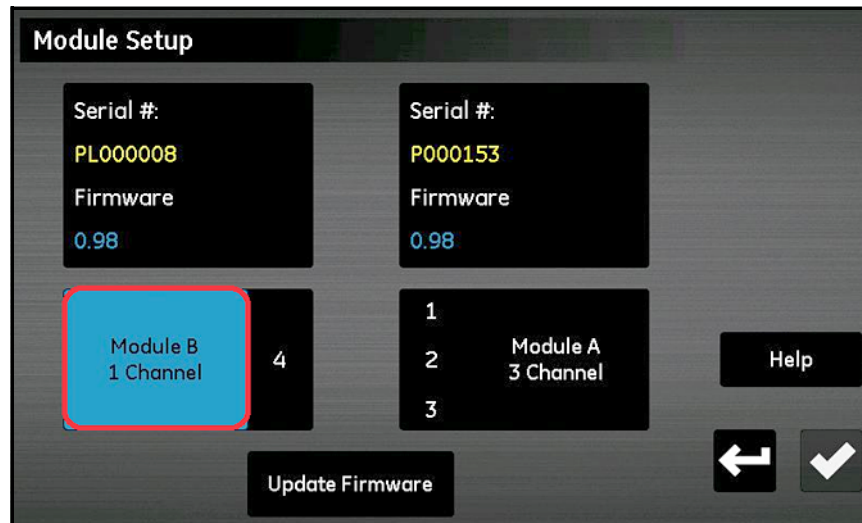

Figure 95: Sélection du module
5. Touchez le module dont le micrologiciel doit être mis à jour ; ce module sera surligné en bleu et la touche **MàJ micrologiciel** deviendra active (voir *Figure 95* ci-dessous). Si la touche **MàJ micrologiciel** est en grisé, vérifiez que la clé USB est correctement insérée dans le port USB.